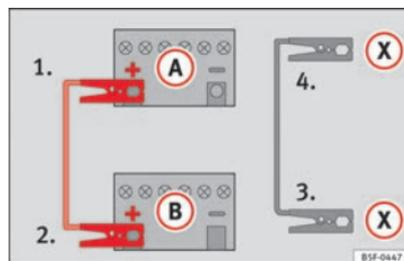

Fig. 209 Schéma de branchement pour les véhicules équipés du système Start-Stop.
- **Sur les véhicules équipés du système Start-Stop** : raccordez une extrémité du câble d'urgence *noir* (X) à une borne de poids approprié, à une pièce métallique massive vissée au bloc-moteur, ou au bloc-moteur lui-même ⇒ fig. 209.
5. Branchez l'autre extrémité du câble de démarrage *noir* (X), dans le véhicule avec la batterie déchargée à une pièce en métal massif vissée au carter-moteur ou directement au carter-moteur mais le plus loin possible de la batterie (A).